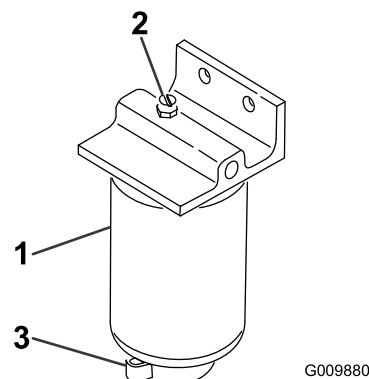

Figure 63
2. Desserrez le robinet de vidange au bas de la cartouche du filtre (Figure 63).
1. Nettoyez la surface autour des supports de la cartouche du filtre (Figure 63).